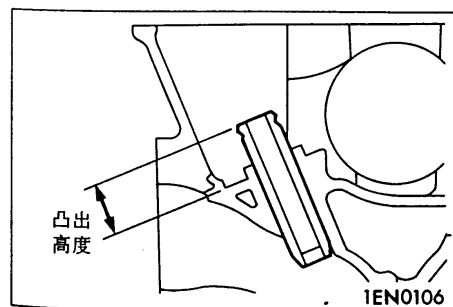

图 4-15
(1) 用压力机将气门导管向气缸体侧推出。
(2) 重镗气缸盖上的气门导管孔, 使其与要安装的加大尺寸气门导管相匹配(见图 4-15)。